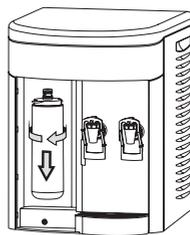

Fig. 10
- Girar o Refil “Girou, Trocou” para a esquerda para desencaixá-lo do produto (Fig. 10).